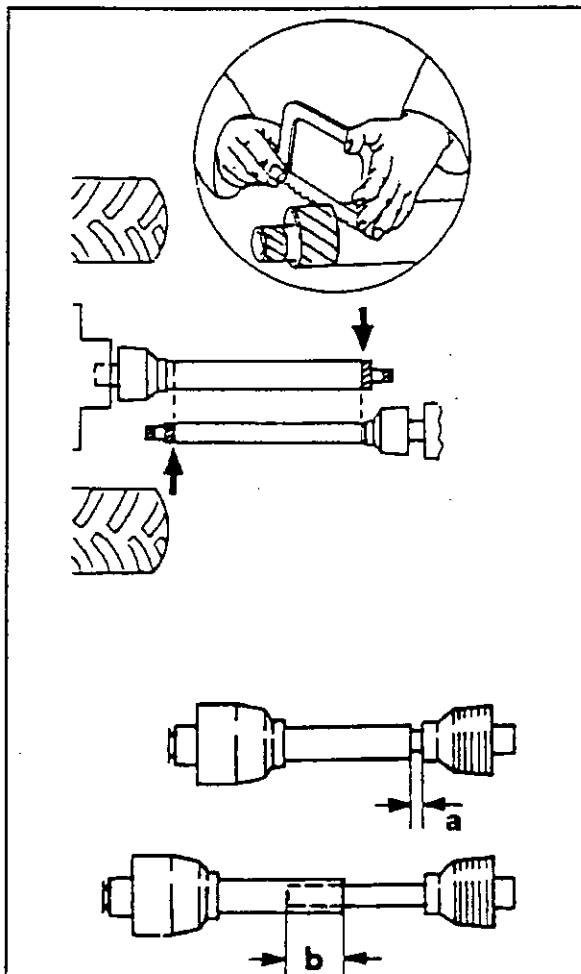

Fig. 4-8
- Poner ambas mitades de árbol una al lado de la otra y comprobar si el árbol articulado tiene recubrimiento suficiente al elevar o bajar la máquina (Fig. 4-8). Tampoco nunca debe estar juntado hasta el tope.